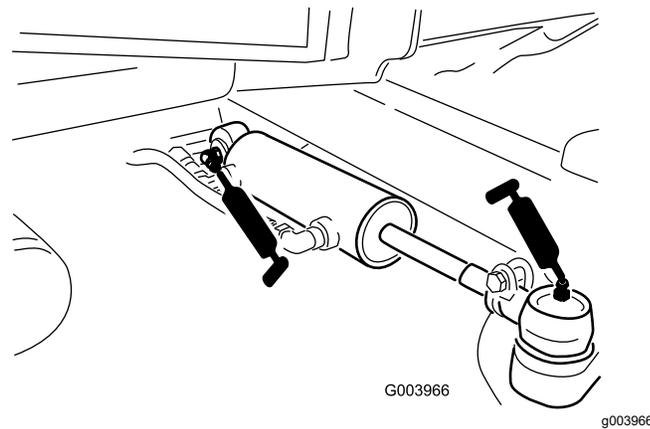

Рисунок 79
- Шаровые опоры гидроцилиндра рулевого управления (2 шт.) (Рисунок 79)